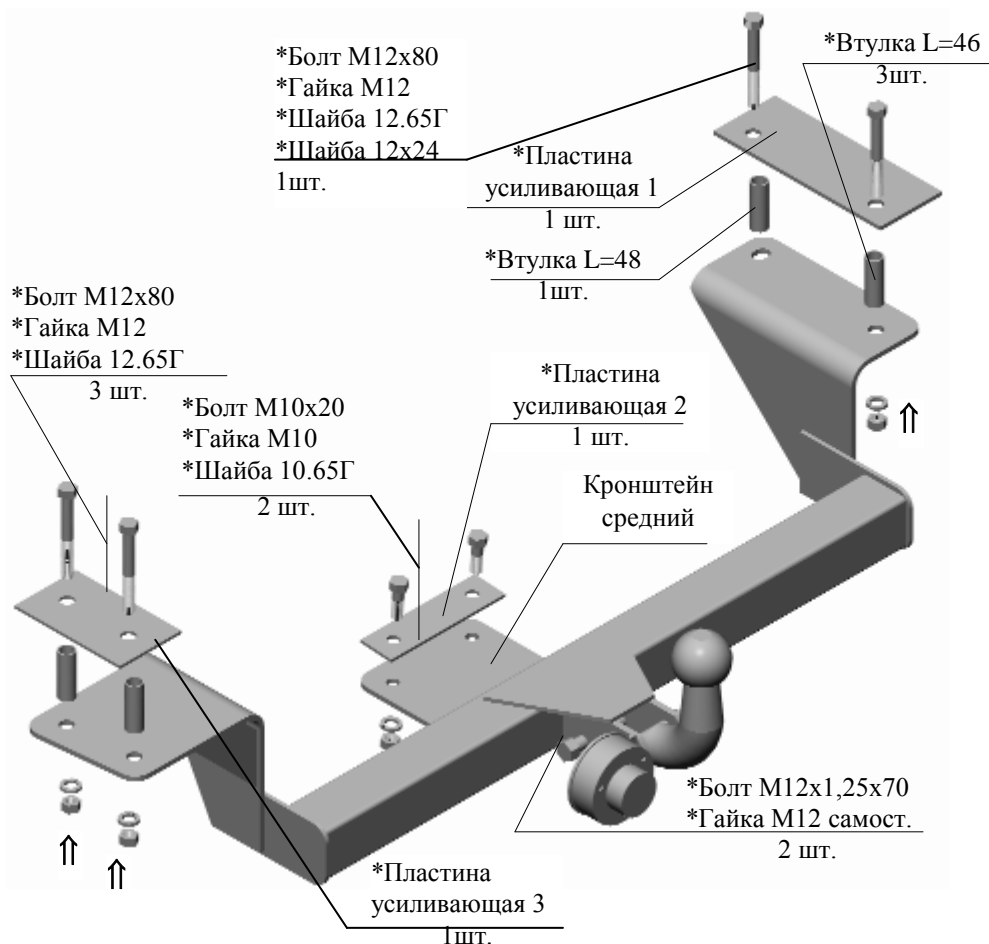

Рис.1 Примечание: детали, помеченные * входят в пакет комплектующих
2.1 ТСУ 2170.C в сборе (рис.1)	1 шт.
2.2 Пакет с комплектующими (см. рис.1)	1 шт.
- Закрепить ТСУ в соответствии с Рис. 1.